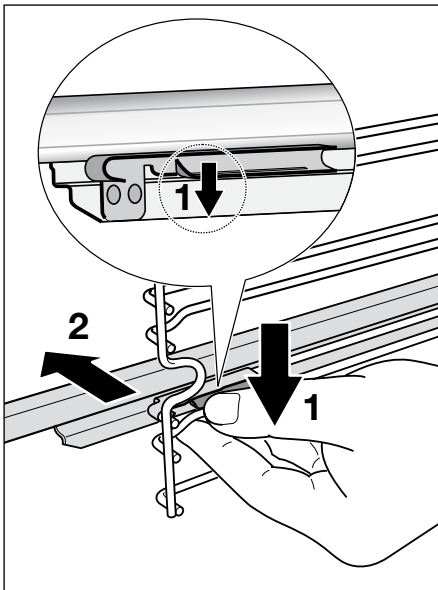

Abb.38 Entfernen der Teleskop-Halter
- 3 Als nächstes werden die Sicherheitsclips entfernt. Diese Clips sichern den Teleskop-Halter am Haltegestell (siehe Pfeil 1 in Abb. 38).
- 4 Entfernen Sie die Clips von der Haltegestellstrebe (Pfeil 2 in Abb. 38).